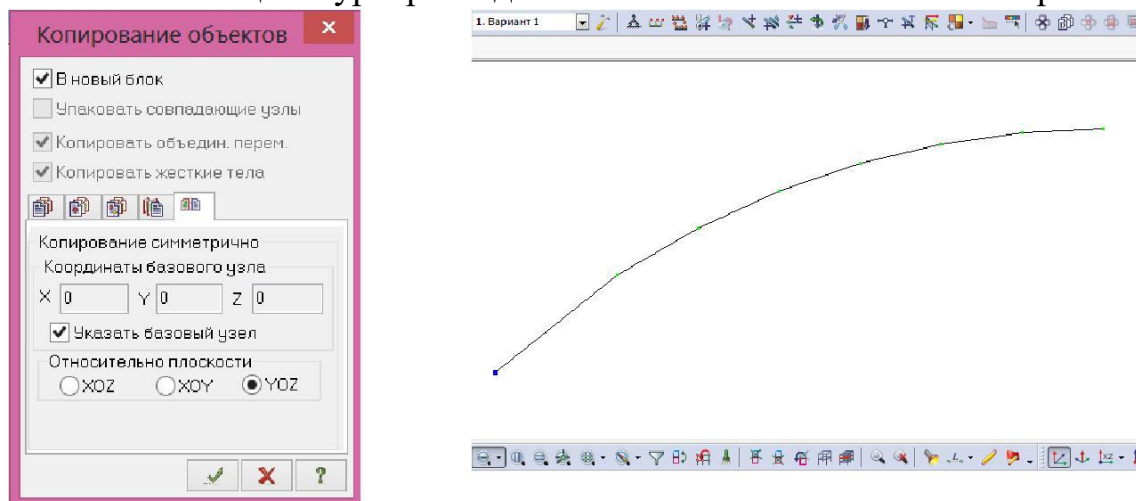

Рис. 2.20. Диалоговое окно Копировать выбранные объекты
- Откройте вкладку Копировать симметрично и выполните копирование относительно плоскости YOZ и базового узла в вершине полуарки (рис. 2.20).